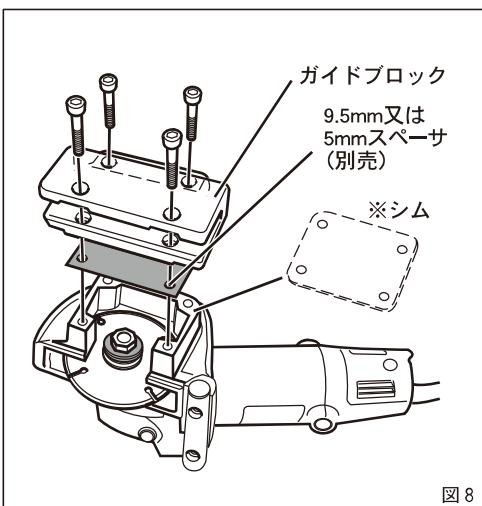
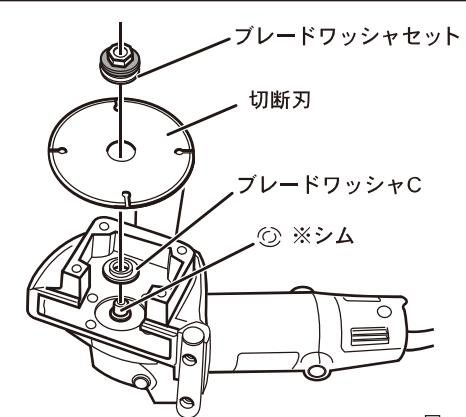

図8
図11
## 2. 切断刃の取付け (図8~図11)
- ①4本の六角穴付きボルトを外し、ガイドブロックを取り外します。(図8)
- ③ブレードワッシャセット・切断刃・ブレードワッシャCの順で取外せます。(図11)